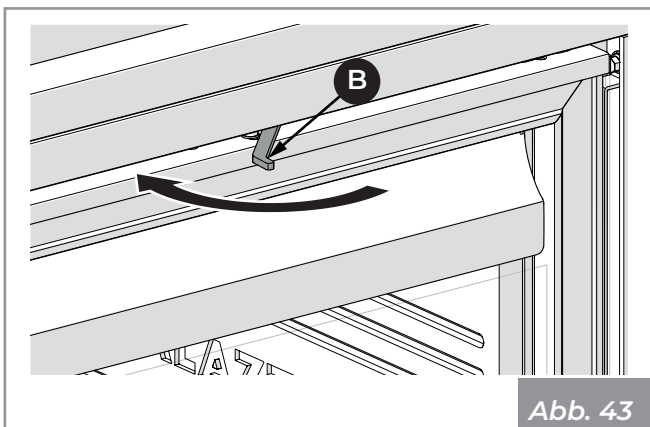

Abb. 43
- 5) Den Hebel (B) mit der Hand drücken und wieder in die Verriegelungsposition (Abb. 43) bringen.